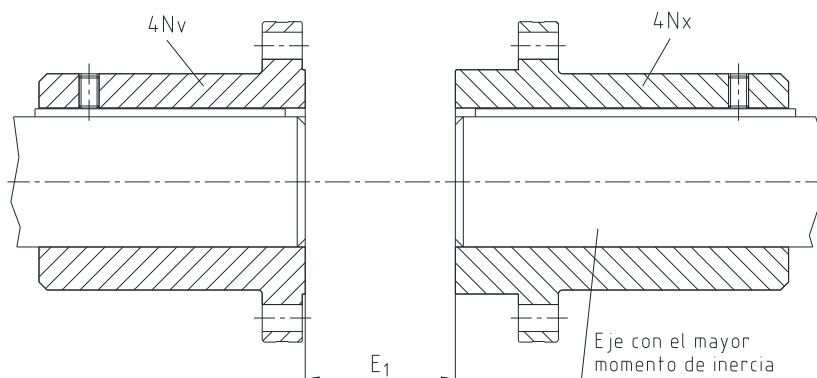

Figura 4: monte las bridas de los acoplamientos
- Monte las bridas del acoplamiento (componente 4Nv y 4Nx) sobre el eje del lado conducido y motriz. La brida del acoplamiento (elemento 4Nx) para el montaje disco de freno (elemento 15Nx) debe colocarse en el extremo del eje, para que el momento de inercia sea mayor (ver figura 4).
- El interior de las bridas del acoplamiento (componente 4Nv y 4Nx) deben montarse alineados con los ejes (véase figura 4).
- Desplace los grupos en dirección axial, hasta haber alcanzado la medida E1 (véase figura 4).